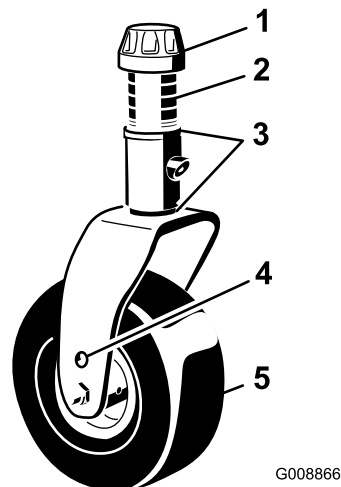

Рисунок 135
1. Снимите колпачковую гайку с вала шпинделя и извлеките шпиндель из рычага поворотного колеса (Рисунок 135).
Отверните колпачковую гайку и снимите вилку поворотного колеса (Рисунок 135).